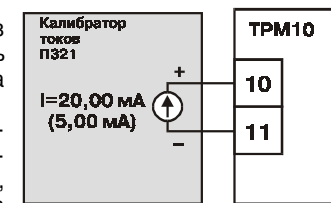

Рис. 6
4.1. Подключить к входу прибора вместо датчика калибратор токов ПЗ21, соблюдая полярность (рис. 6). Подать питание на прибор и установить на калибраторе выходной ток 20,00 мА или 5,00 мА, соответствующий максимальному выходному току используемого датчика.